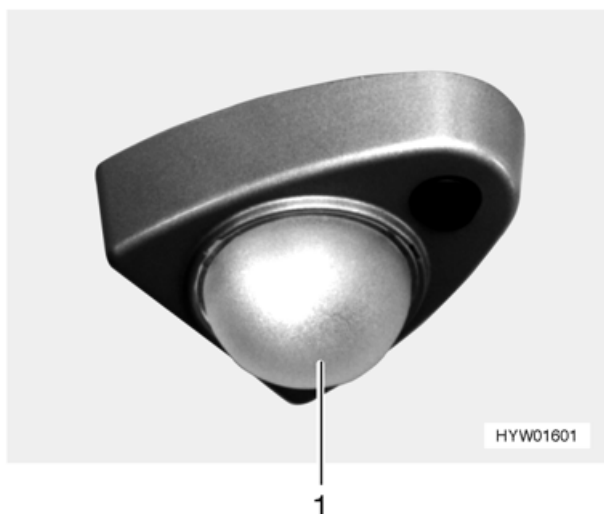

Fig. 93 Faretto (variante 1)
- Girare il vetro (Fig. 93,1) in senso orario.